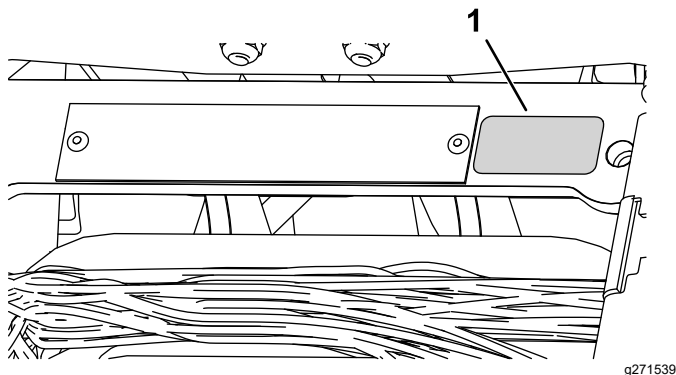

Figura 10
- Coloque la pegatina del año de producción junto a la placa con el número de serie (Figura 10).